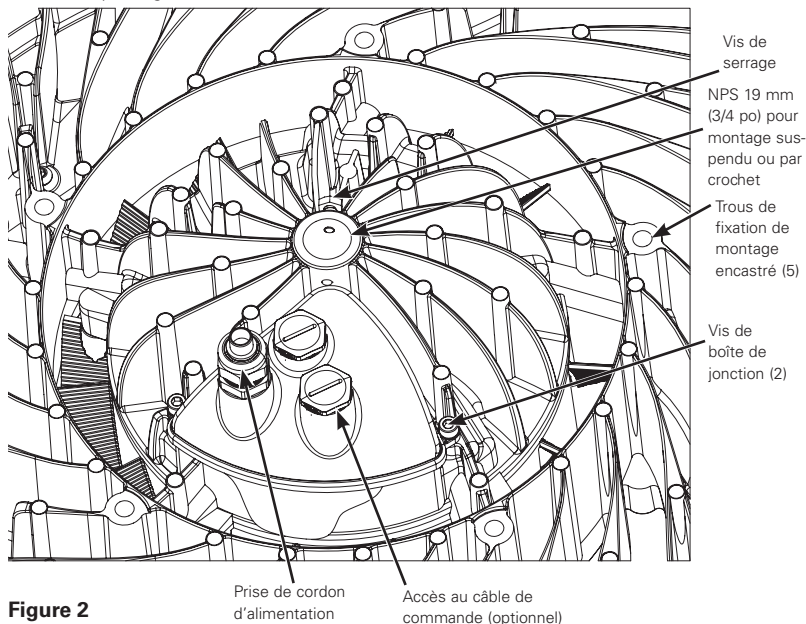

Figure 2
- Retirer les deux vis de la boîte de jonction à l'aide d'une clé hexagonale de 4,8 mm (3/16 po) (Figure 2).